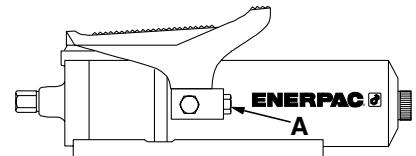

Abbildung 3
1. Siehe Abbildung 3. Den Rohrverschluß von der schwenkbaren $\frac{3}{8}$ Inch NPTF Hydraulikbuchse (A) abnehmen, und das Steckerende eines $\frac{3}{8}$ Inch NPTF Hydraulik-Anschlußstücks einsetzen. Das Anschlußstück kann eine Hochdurchflußkupplung oder ein Schlauch- oder Meßelementadapter sein.